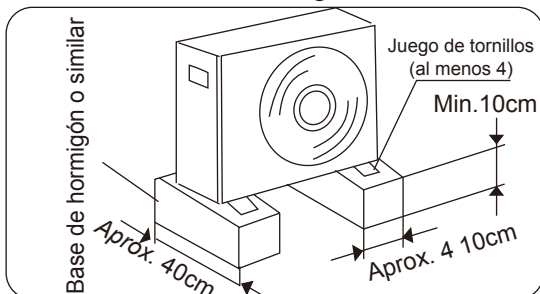

Fig.8.2
- Haga una base fuerte (tablero hecho de hormigón o similar de 10X40 cm²). El electrodoméstico debería estar ubicado a no menos de 10 cm de altura para evitar que se moje o se oxide. De lo contrario, puede causar daños en el electrodoméstico o reducir su vida útil. (Fig 8.2)